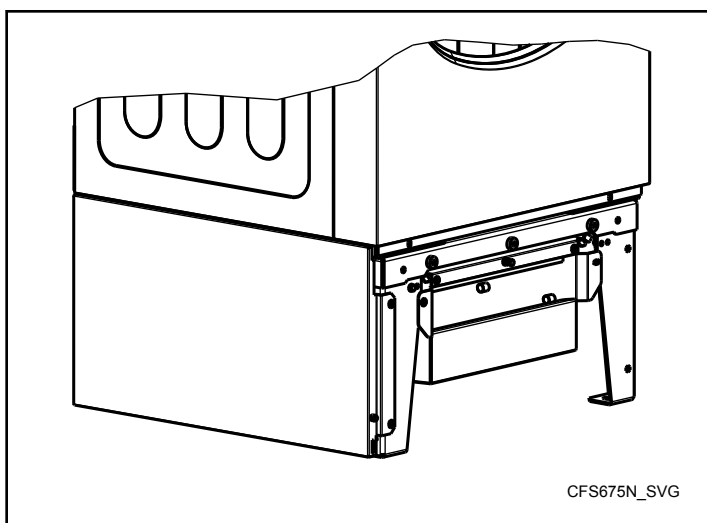

Figura 57
2. Remova a cobertura dianteira da estrutura de base do filtro. Consulte *Figura 57*.